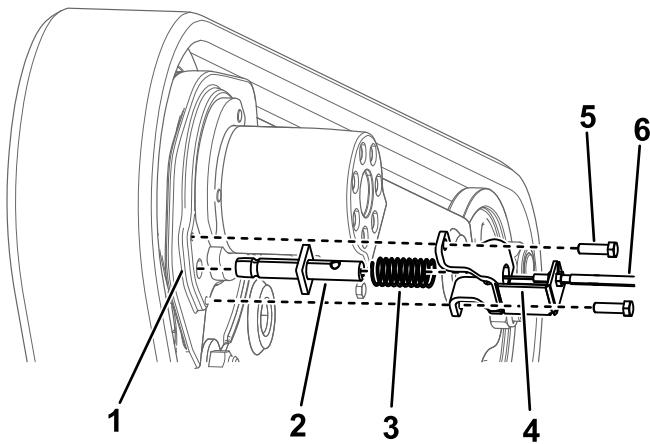

Figura 8
- Rimuovete e conservate i 2 bulloni che fissano il supporto del freno al pezzo fuso del motore dei cingoli (Figura 8).
- Allentate i dadi che fissano il cavo del freno al supporto del freno (Figura 8). Rimuovete i cavi del freno.
- Rimuovete e conservate la molla di compressione (Figura 8).